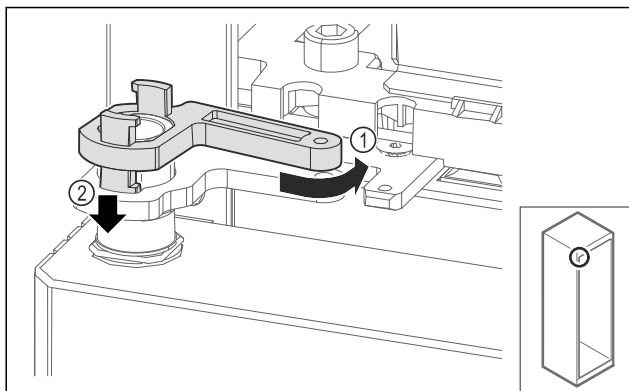

Fig. 71
- ▶ Kissé fordítsa vissza a csapágybak zárját Fig. 71 (1), nyomja lefelé Fig. 71 (2) és rögzítse a zsanérban.